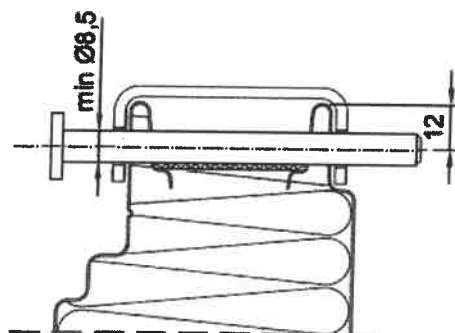

Fig. 20. Aplicarea plăcii de acoperire a profilului pentru panouri la aranjarea pe orizontală
21. Ridicați panourile pentru aranjarea pe orizontală utilizând suportul cu profil în U – consultați fig. 20, 21.